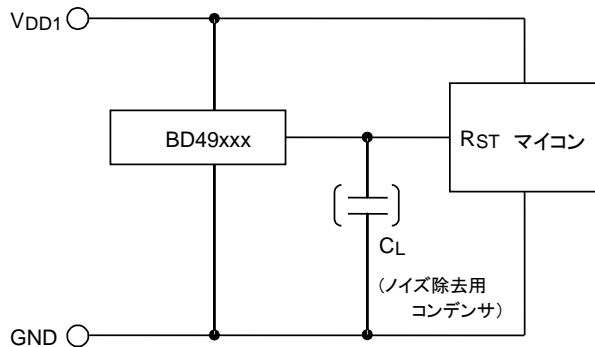

Fig.16 CMOS 出力タイプ
②マイコンの電源とリセット電源が同一 (VDD1) の場合: CMOS 出力タイプで Fig.16 のようにお使いください。もしくは、オープンドレイン出力タイプで RL を VDD1 側に接続してもお使いいただけます。